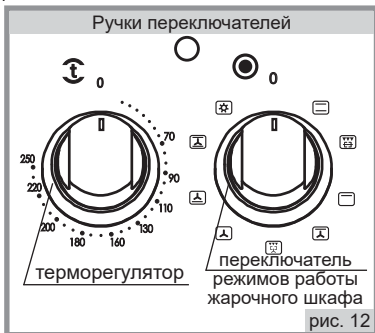

рис. 12
- Установка рабочей температуры в жарочном шкафу обеспечивается терморегулятором, который задает необходимую температуру (рис.12). Значения температур указаны на панели управления и являются ориентировочными, могут колебаться в пределах  $\pm 15^{\circ}\text{C}$ .
- Для включения нагревательных элементов необходимо повернуть по часовой стрелке ручку терморегулятора (рис.12) и установить выбранный температурный режим. При этом у плит имеющих две электроконфорки (рис. 13) загорается желтая сигнальная лампочка.